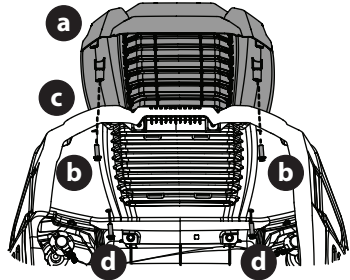

Fig. 9
2. Pour fixer le couvercle (a), placez les boulons par le dessous, serrez à la main les boulons (b) sur la partie arrière du capot avant de bien les serrer (Fig. 9).
3. Puis, alignez les trous du couvercle (a) avec ceux du capot (c) et vissez les deux boulons (d) (Fig. 9).
5. Fixez le déflecteur d'éjection avec l'écrou autobloquant à bride et le boulon hexagonal retirés à l'étape 2. Serrez un couple de 12 à 14 N m (102-124 po-lb) (Fig. 9 à la page 83). Passez à la sous-section Réglage des roues de jauge du plateau de coupe.